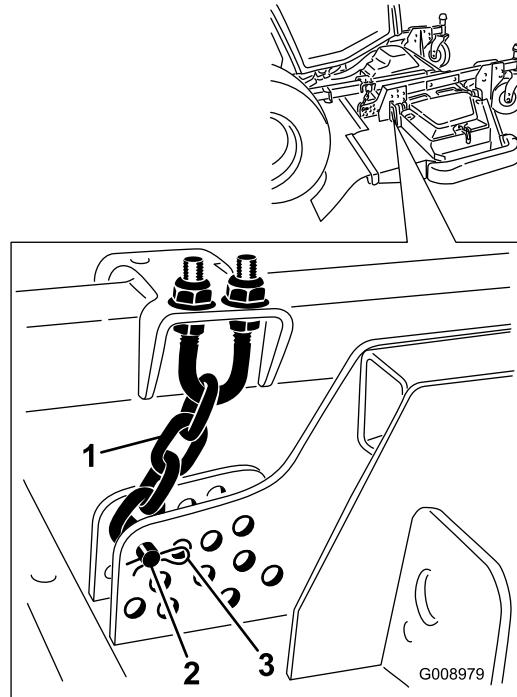

Bild 91
4. Entfernen Sie den Splint und den Lastösenbolzen, mit denen die Schnitthöhenkette an der Rückseite des Mähwerks befestigt ist (Bild 91).